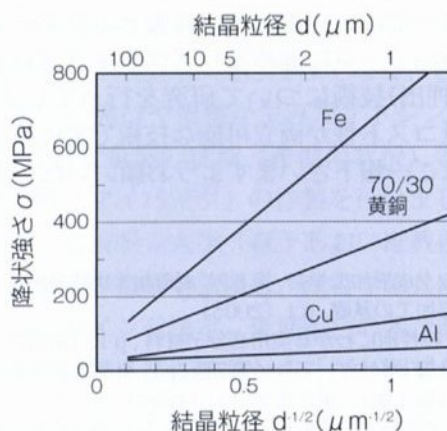

図1 種々の金属・合金のホール・ペッチの関係
図1に示すように粒径が微細化するほど強度が向上することがわかります。(1)式は金属の種類によって粒径依存性 (k 値) が異なり、図1に示すように k 値は鉄では大きくアルミニウムでは小さくなります。これは k 値が剛性率の関数によるものであり、鉄鋼材料は、結晶粒微細化の強化が著しい材料です。また、(1)式は超微粒になれば成立しなくなりますが、粒径が $0.2 \mu\text{m}$ 程度までは成立します。通常の金属材料は粒径が数 $100 \mu\text{m} \sim 10 \mu\text{m}$ であり、実用的には (1)式で考えて差し支えありません。